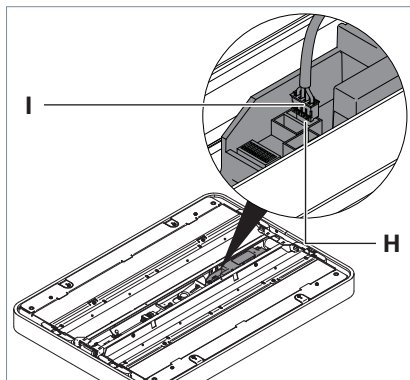

Fig. 10: Raccorder la tête du luminaire, partie 1.
- Raccordez la fiche **I** au connecteur femelle **H** "Tastm.", de la tête du luminaire, voir Fig. 10.